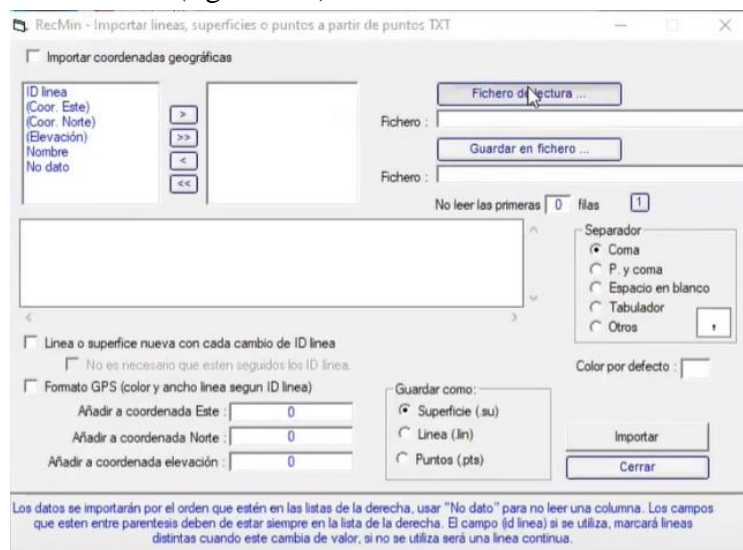
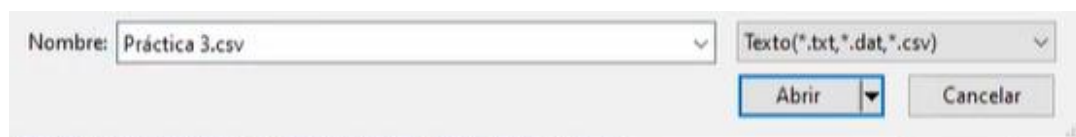

Figura 206. Fichero de lectura.
Figura 207. Nombre del archivo.
48. En la ventana de Importar, presionar clic en el botón “Fichero de lectura” (figura 206) y buscar el archivo actualizado (figura 207).